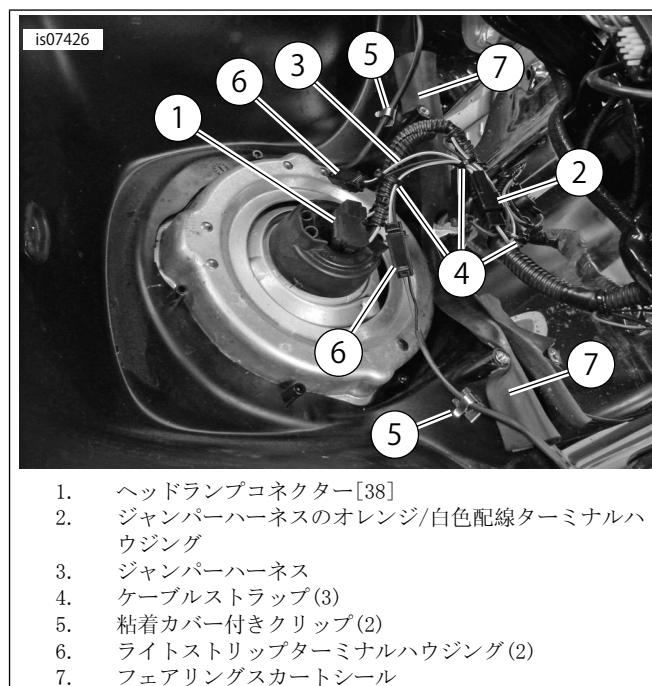

図2。フェアリングエッジライト配線クリップとケーブルストラップの位置
1. 「図2」を参照してください。ジャンパーハーネス(3)、ケーブルストラップ(4)、および粘着カバー付きクリップ(5)をキットから用意します。